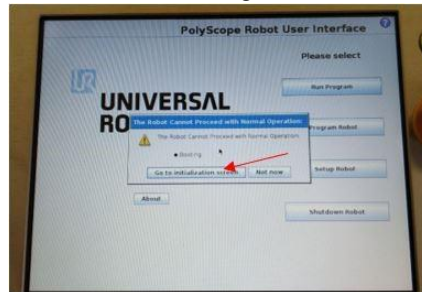

Figura 6: Go to Initialization screen 3.
2. Hacer click en *Go to Initialization screen* cuando salga el aviso de la Figura 6